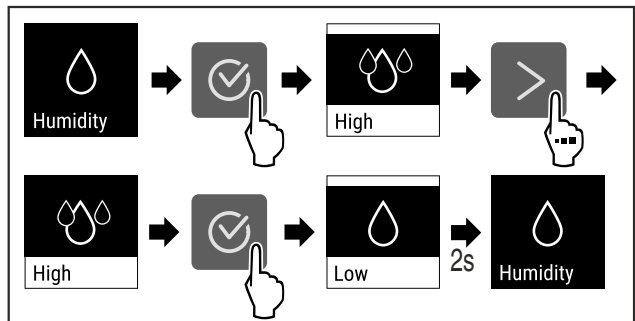

Fig. 95
- ▶ Выполните шаги действия (см. Fig. 95).